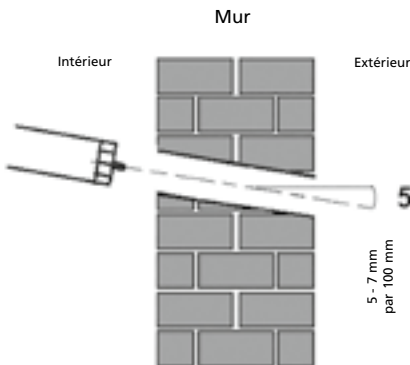

Fig. 10
- a. Déterminer la position des trous en fonction du diagramme illustré à la Fig. 9. Percer un trou ≥ 65 mm en inclinant légèrement vers le bas (côté extérieur) afin d'éviter la pénétration d'eau vers l'intérieur (fig. 10).